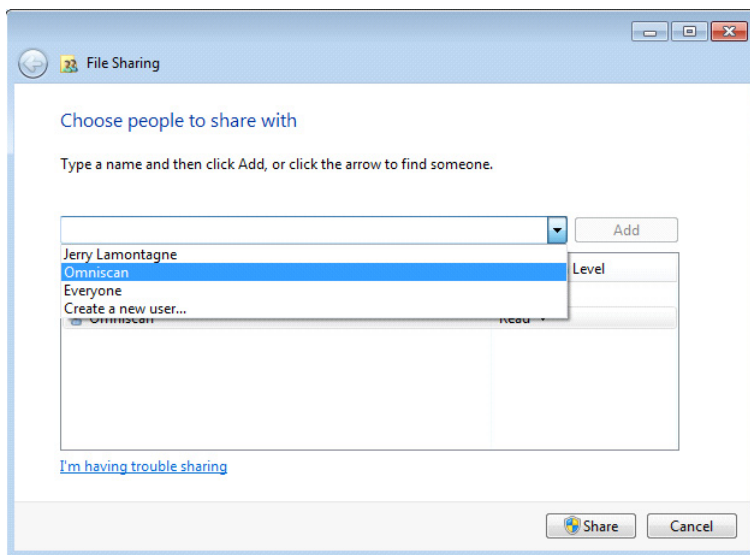

Рис. 7-28 Окно Общий доступ к файлам (Windows 7)
5. В диалоговом окне **File Sharing** [Общий доступ к файлам] (см. Рис. 7-28 на стр. 229) выберите **Omniscan** и щелкните **Добавить**.